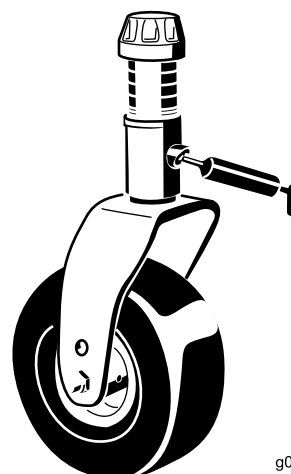

Figure 15
- Bagues d'axe de fourche de roue pivotante (2) (Figure 15)